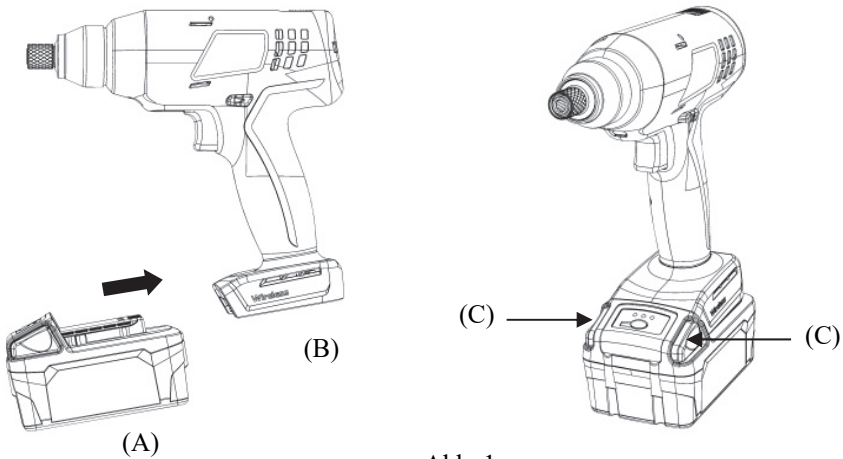

Abb. 1
Einsetzen des Akkupacks: Drücken Sie das Akkupack (A) so weit in das Werkzeug, bis es einrastet. (siehe Abb. 1)
So nehmen Sie das Akkupack heraus: Lösen Sie die Verriegelungen (C) und ziehen Sie das Akkupack (A) aus dem Werkzeug (B) heraus. (siehe Abb. 1)